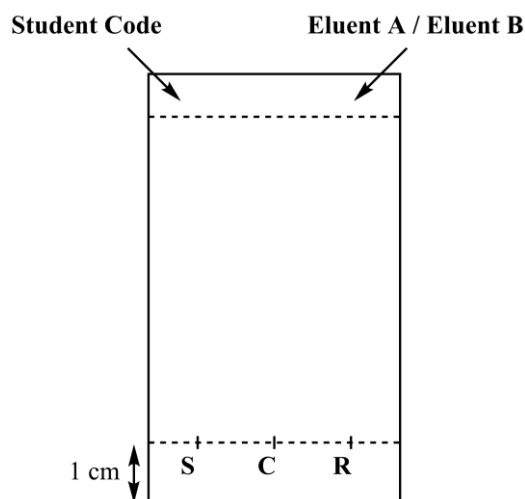

Figura 3. Preparación de una placa TLC
- Prepara la placa TLC.** Usa un lápiz para **marcar** la línea base (1 cm por encima del borde inferior de la placa), y marca las posiciones de cada una de las 3 muestras, y la línea del frente del solvente. **Rotula** las posiciones como **S** (reactivo de partida), **C** (producto impuro), y **R** (producto recristalizado) (ver Figura 3). En la parte superior derecha de la placa, **escribe** el eluyente utilizado (**Eluyente A** o **Eluyente B**). **Aplique** las tres muestras en las placas usando los capilares.